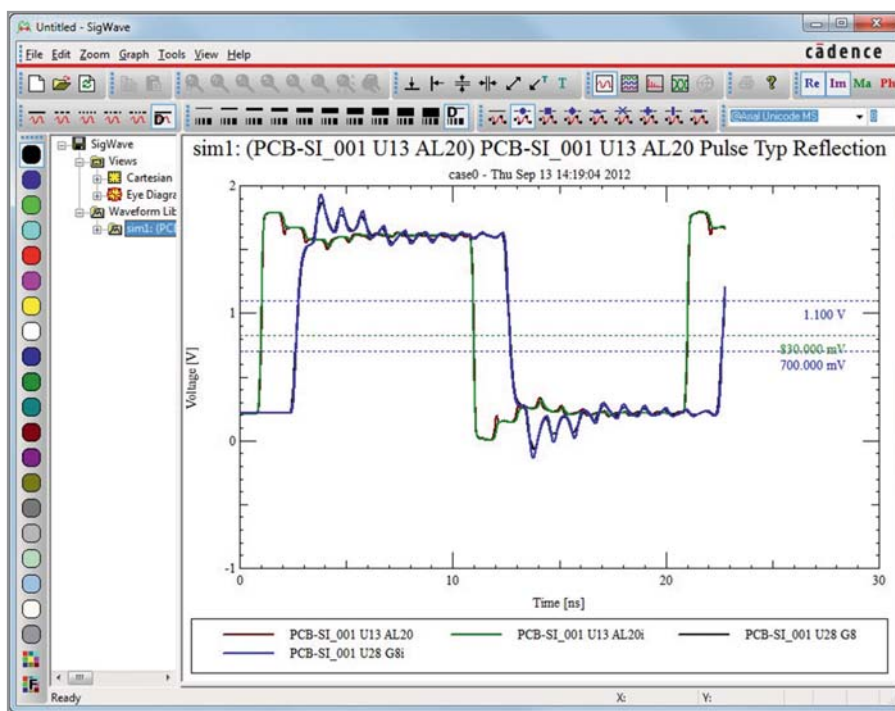

Рис. 4. Результат моделирования в SigWave
6) для запуска моделирования из окна *Signal Explorer* можно нажать кнопку  на панели инструментов. По окончании моделирования переходного процесса в окне *SigWave* автоматически появится осциллограмма (см. рис. 4).